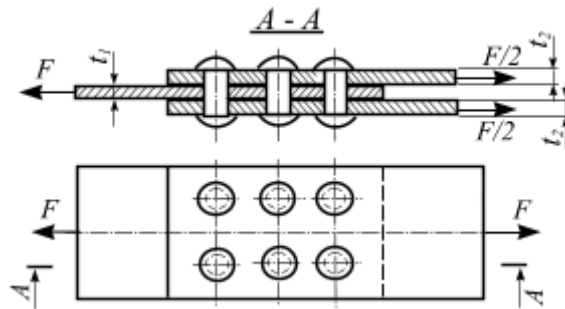

Рис. 5.8
11. Вычислить необходимый диаметр заклепки в данном заклепочном соединении (рис. 5.8) из условия прочности на срез и смятие, если:  $F = 100(\text{кН})$ ,  $t_1 = 25(\text{мм})$ ,  $t_2 = 15(\text{мм})$ , 6 заклепок.